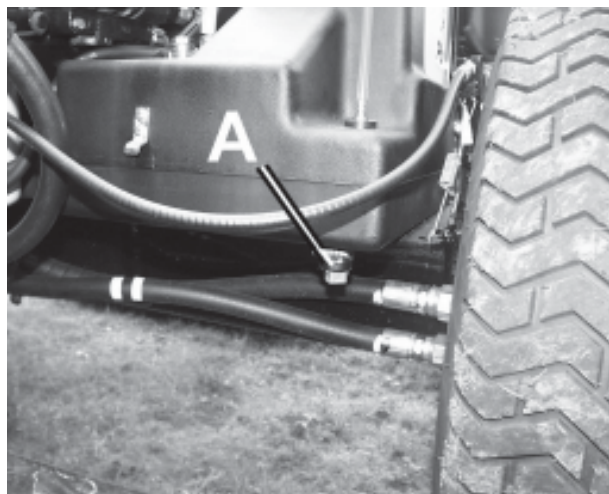

Abb. 15
1. Die Ablassschraube aus dem Boden des Hydraulikbehälters ziehen und abwischen (A, Abb. 15).